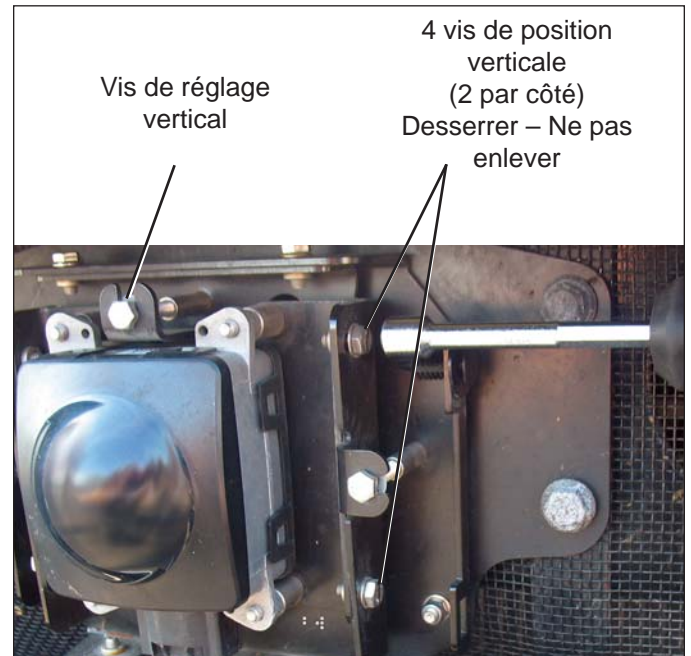

FIGURE 31 – RÉGLAGE VERTICAL
1. L'outil d'alignement Bendix étant toujours en place, desserrez les quatre vis de position verticale. Veillez à NE PAS enlever ces vis. Cf. Figure 31.